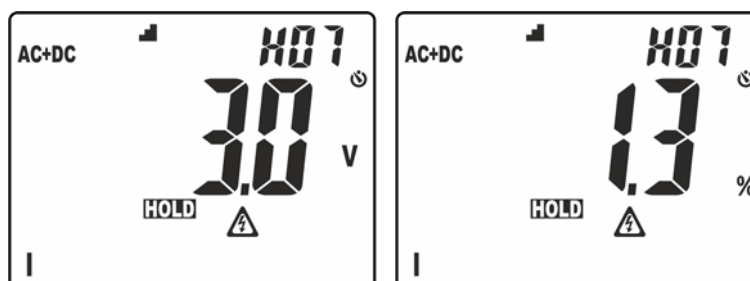

Fig. 4: Visualizzazione ordinamento ampiezze analisi armonica
- Pressione prolungata del tasto (almeno 2s) per attivare la funzione **H₂O** (**H**igher **H**armonic **O**rdining) di ordinamento dell'ampiezza delle armoniche. In tali condizioni, la funzione "HOLD" è automaticamente attivata, il simbolo "H" è presente a display, la barra grafica è disabilitata e lo strumento mostra il valore delle ampiezza di tutte le armoniche comprese tra l'ordine 2 e il 25, in **ordine decrescente** a partire dall'armonica di ampiezza maggiore come mostrato in Fig. 4
Nell'esempio di Fig. 4 l'armonica di ampiezza maggiore corrisponde all'ordine 7. Premere il tasto \blacktriangle per osservare le ampiezze delle restanti armoniche e premere nuovamente il tasto **H/H%/H** per passare dalla visualizzazione in valori assoluti o percentuali. Ruotare il selettore per uscire dalla funzione